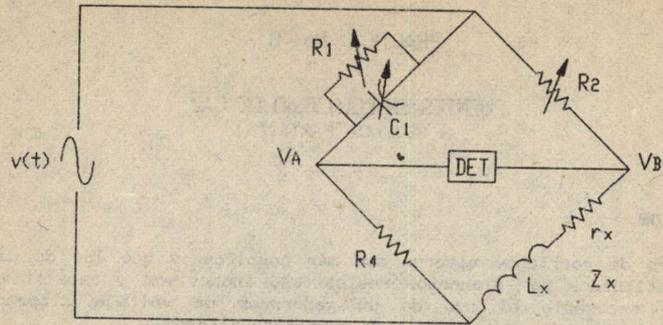

Figura 9
El puente de Maxwell se utiliza para la medición de inductancias y la resistencia asociada, en términos de una capacitancia conocida. En la figura 9 se muestra la configuración de este puente. La impedancia desconocida Z_x es función de los componentes en las otras ramas:
- a) Arme el circuito de la figura 9 con los siguientes valores: